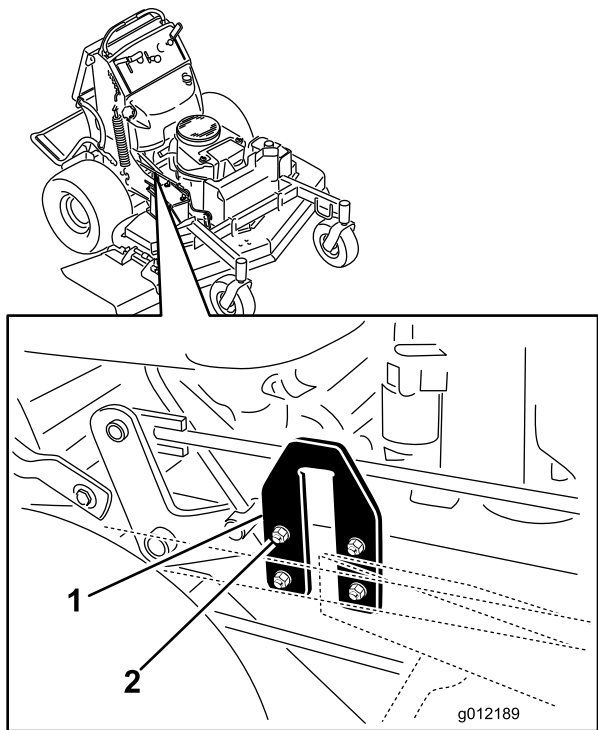

図 84
2. エンジンデッキの側面についている U プレートを探し出す (図 84)。
3. 片側の U プレートをゆるめて、上または下に移動させて、**B** と **C** とでの測定値の差が 6mm 以内になるようにする (図 84)。